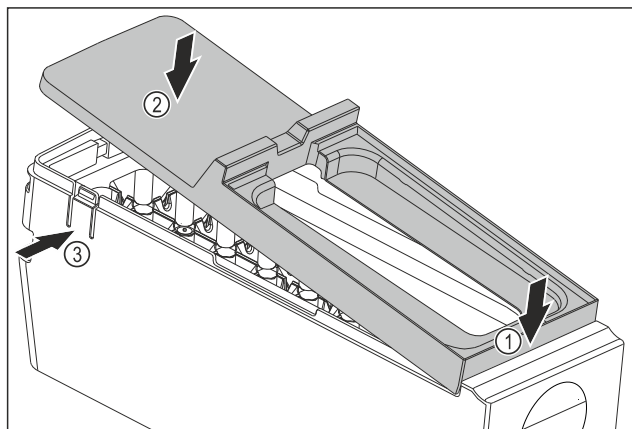

Fig. 107
- ▶ 安装 EasyTwist-Ice 机身的盖板：放置盖板前部。Fig. 107 (1)
- ▶ 降下盖板后部。Fig. 107 (2)
- ▶ 盖板卡入到两个接片 Fig. 107 (3)中，可以听见声音。